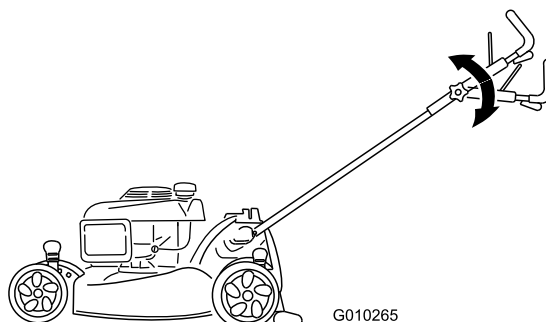

Рисунок 16
2. Переведите верхнюю часть рукоятки в необходимое положение (Рисунок 16).